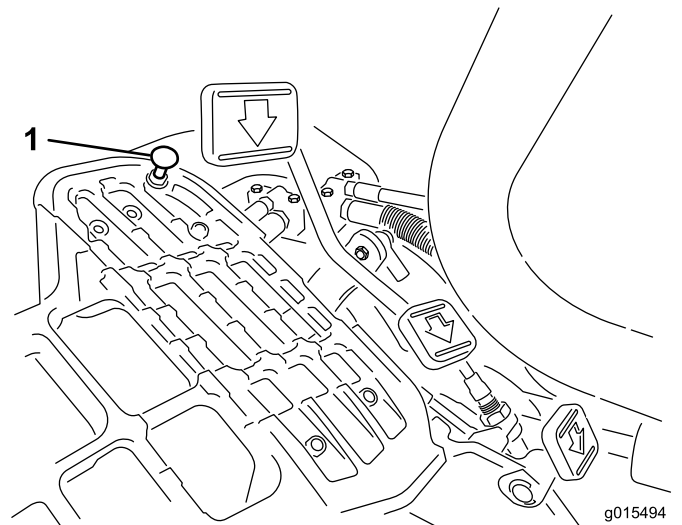

Bild 54
Treten Sie auf das Gaspedal. Wenn das Pedal den Anschlag erreicht (Bild 54), bevor das Kabel gespannt ist, müssen Sie die Einstellung ändern:
1. Lösen Sie die Bundsicherungsmuttern, mit denen der Pedalanschlag an der Bodenplatte befestigt ist (Bild 54).